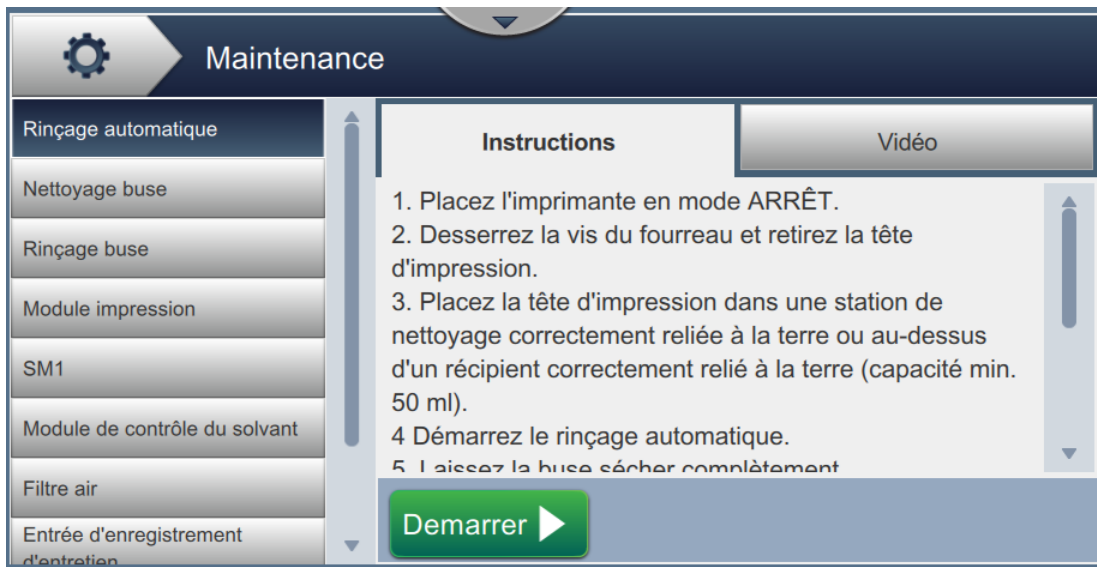

Figure 6-23 : Maintenance
1. Appuyez sur le bouton  dans l'écran Outils. L'écran Maintenance s'ouvre, tel qu'illustré dans la Figure 6-23.